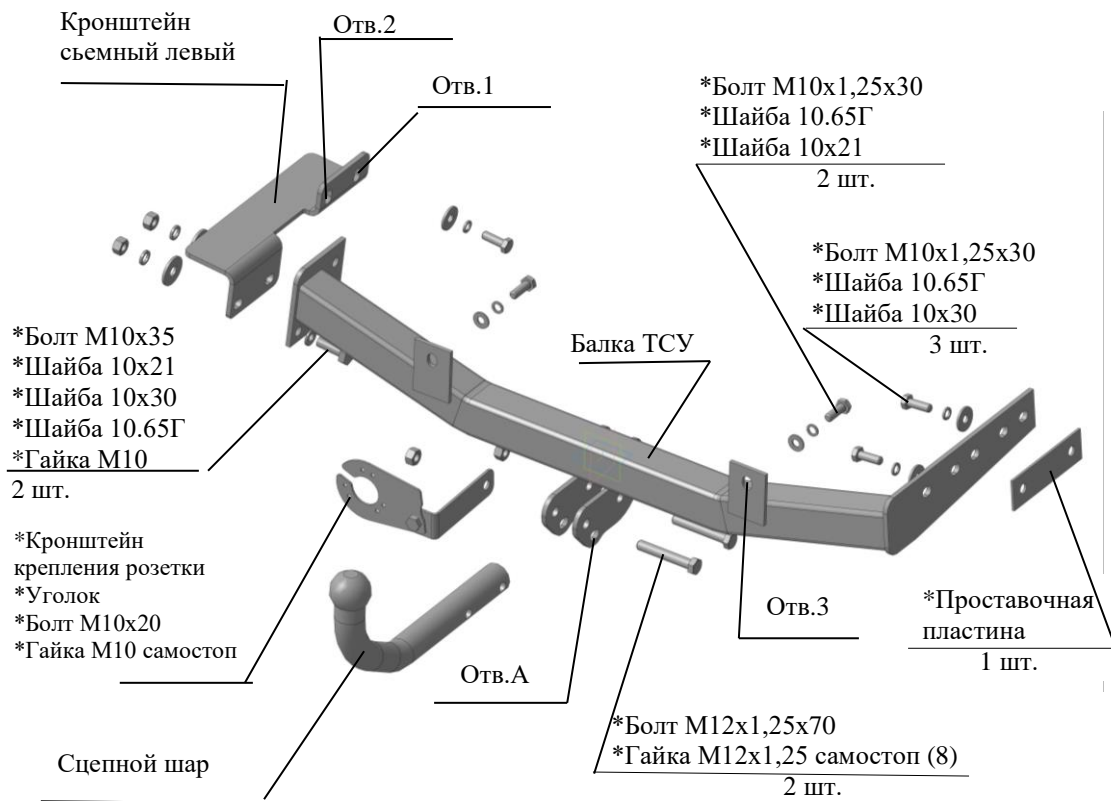

Рис.1 Тягово-сцепное устройство ТСУ 2193.
2.1 ТСУ 2193 в сборе (рис.1)	1 шт.
2.2 Пакет с комплектующими (см. рис.1)	1 шт.
4.3 Закрепить ТСУ через отверстия “3” к кузову автомобиля болтами М10х1,25х30, используя гайки штатные, не затягивая крепеж (соответственно рис.1).